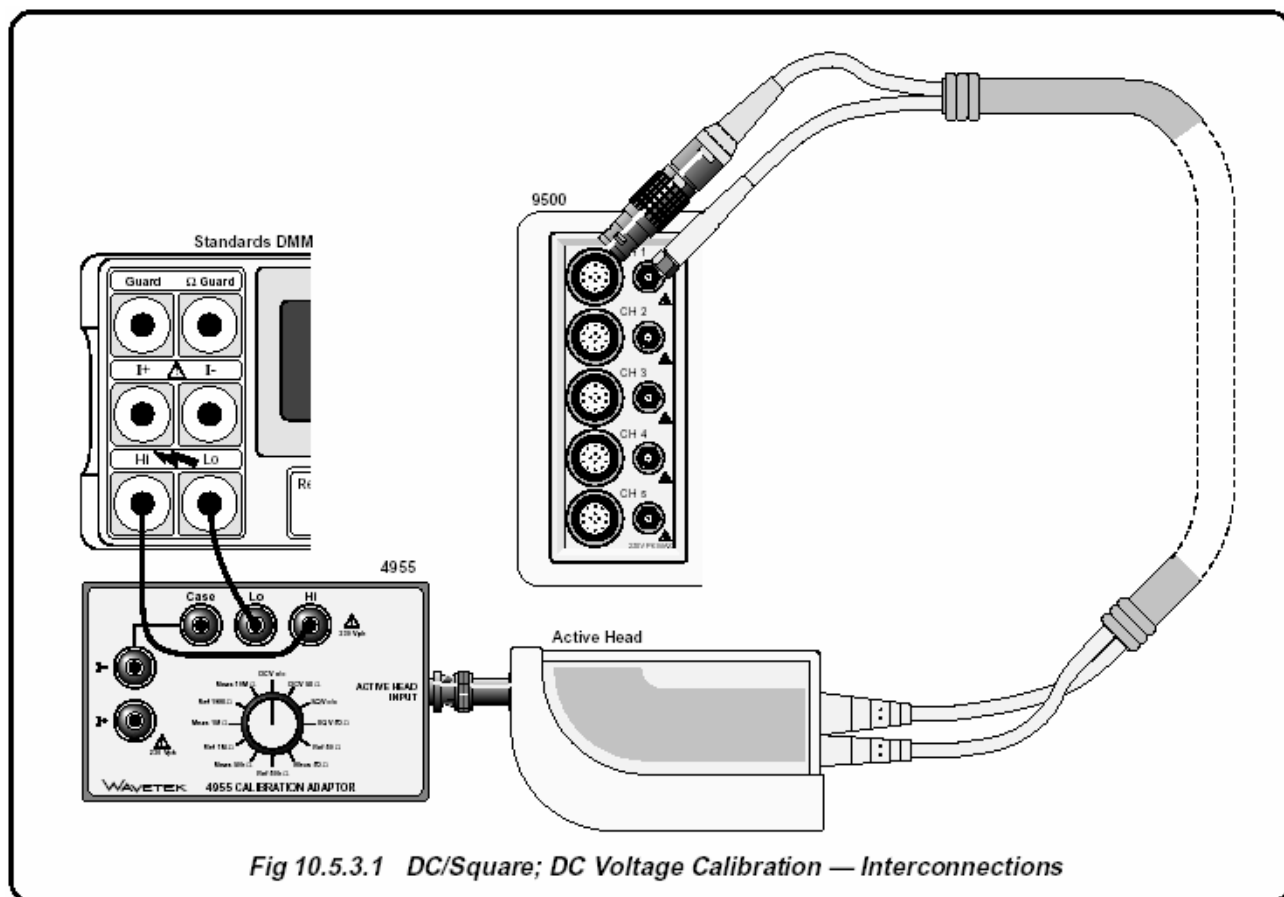

Рис. 10.5.3.1. DC/Square; калибровка функции постоянного напряжения (DC Voltage) - межсоединения
- 1 **Соединения** Убедитесь, что калибратор 9500В подсоединен к цифровому мультиметру как показано на *Рис. 10.5.3.1*, или через аналогичный «BNC-4mm» адаптер, и что оба прибора включены и прогреты.
- 1 Начиная с калибровочного диапазона «Cal Range 1», проведите калибровку во всех точках, перечисленных в *Таблице 10.5.3.1* выполняя действия по пунктам со (2) по (13), которые приведены ниже.